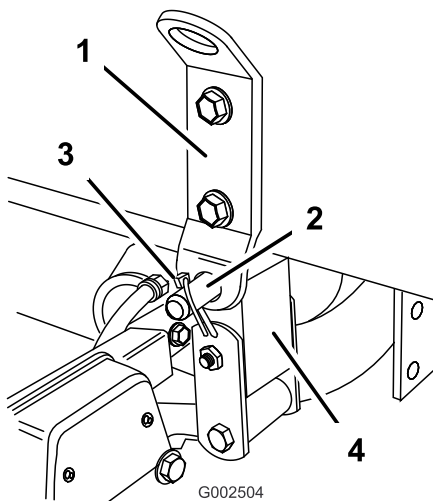

Bild 20
6. Richten Sie den Drehansatz hinten am Behältergestell mit der Öffnung hinten am Fahrzeugchassis aus (Bild 20).
7. Setzen Sie einen Splint (3/4 Zoll) und zwei Klapstecker in den Drehansatz ein, um den Behälter am Rahmen zu befestigen (Bild 20).
10. Prüfen Sie die Ausrichtung des Behältergestells und des Fahrzeugrahmens. Lösen Sie ggf. die Schrauben etwa, mit denen der Drehansatz am Behältergestellrahmen befestigt ist (Bild 20). Heben Sie den Behälter so weit über den Fahrzeugrahmen an, dass er ausgefluchtet und in die richtige Stellung abgesenkt werden kann. Ziehen Sie die Schrauben am Drehansatz fest, wenn das Behältergestell mit dem Fahrzeugrahmen ausgefluchtet ist.